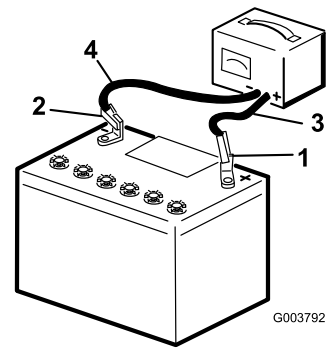

Bild 38
- Laden Sie die Batterie 10 bis 15 Minuten lang mit 25 bis 30 A oder 30 Minuten lang mit 4 bis 6 A (Bild 38). Überladen Sie die Batterie nicht.
- Wenn die Batterie voll geladen ist, ziehen Sie den Stecker des Ladegeräts aus der Dose. Klemmen Sie dann die Klemmen des Ladegeräts von den Batteriepolen ab (Bild 38).